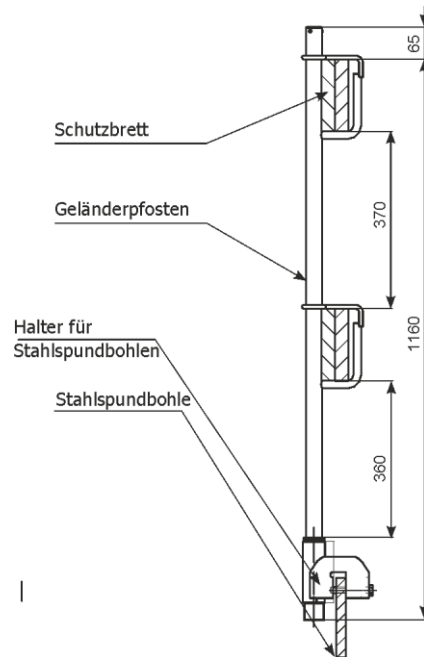

Abb. 62 Montage des Halters für Stahlspundbohle
2.20 Montage des Halters für Stahlspundbohlen (Abb. 62)